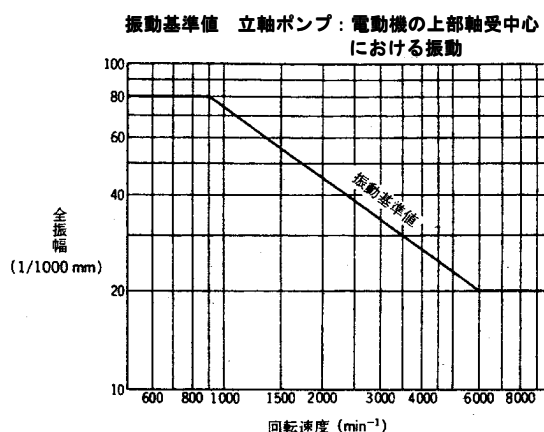

図 5
- (2) 軸封はメカニカルシールタイプのため、正常ならば、水漏れは極小で、にじむ程度です。運転開始時、少々水漏れが認められる場合でも、その状態で運転をしばらく維持させると水漏れが減ります。また、運転開始時、まれにメカニカルシール部より高周波の音が発生する場合がありますが、しばらく運転を継続するとメカニカルシールの馴染みにより、正常になります。それでも漏れが止まらない場合や音が消えない場合は、運転を停止して点検してください。
- (3) ポンプが正常で据付、配管工事が正しく施工されている場合の振動の基準値を図5に示します。振動が大きい場合は配管の無理などが原因ですので点検してください。
- (4) 機器の取付ボルト、電気配線の端子ビスにゆるみがないかどうかご確認ください。
- (5) 電動機の絶縁抵抗を1ヶ月に1回測定してください。絶縁抵抗値が5MΩ以上あれば運転に支障ありませんが、5MΩ以上あっても急に低下し始めている場合は異常と考えられますので修理が必要です。
- (6) 75～90kW の電動機軸受(ポンプ側軸受のみ)は、開放形軸受のためグリースを補給する必要があります。グリースの補給は、ポンプ運転中に電動機下部のグリースニップルから補給します。この時、電動機下部のグリース排出口は開いておき、古いグリースを排出しながら充填します。グリース補給量および補給間隔は、電動機に貼り付けてあるグリース銘板に従ってください。